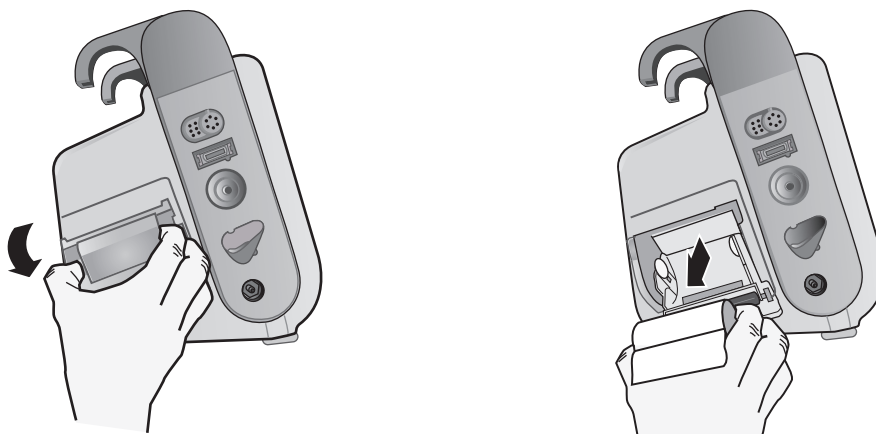

Abbildung 26-1. Öffnen der Druckerklappe und Entfernen des Papiers
1. Ziehen Sie an der Druckerklappe, um sie zu öffnen (siehe Abb. 26-1), und entnehmen Sie das Papier.